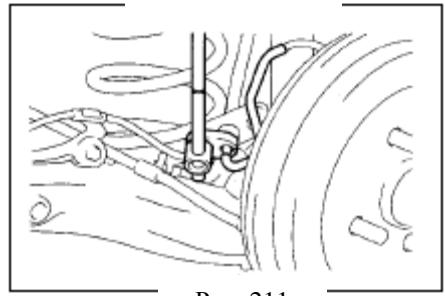

Рис. 211
- (1) Установите клапан ограничения давления и правую заднюю тормозную трубку с помощью специального инструмента(рис. 211)